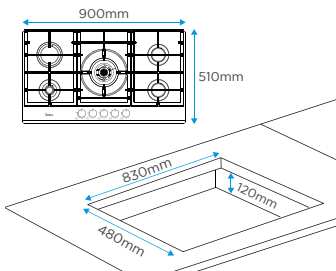

Fig. 2
6. Selecione uma superfície nivelada que tenha espaço e espessura suficiente (Fig. 2).